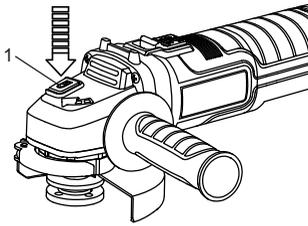

Fig. 10
1. Pressione o botão de bloqueio do fuso (1) e rode o fuso até que bloqueie na posição (Fig. 10).